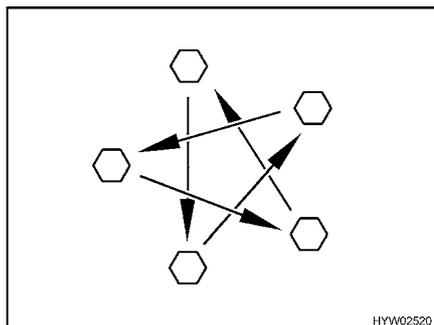

Fig. 216 Serrer en croix les écrous ou les boulons de roue
- Vérifier régulièrement le serrage des écrous ou des boulons de roues. Resserrer alternativement et en croix (Fig. 216) tous les écrous ou les boulons de roue 50 km après le changement d'une roue.
- ▷ Serrer en croix les écrous ou les boulons de roue (Fig. 216).